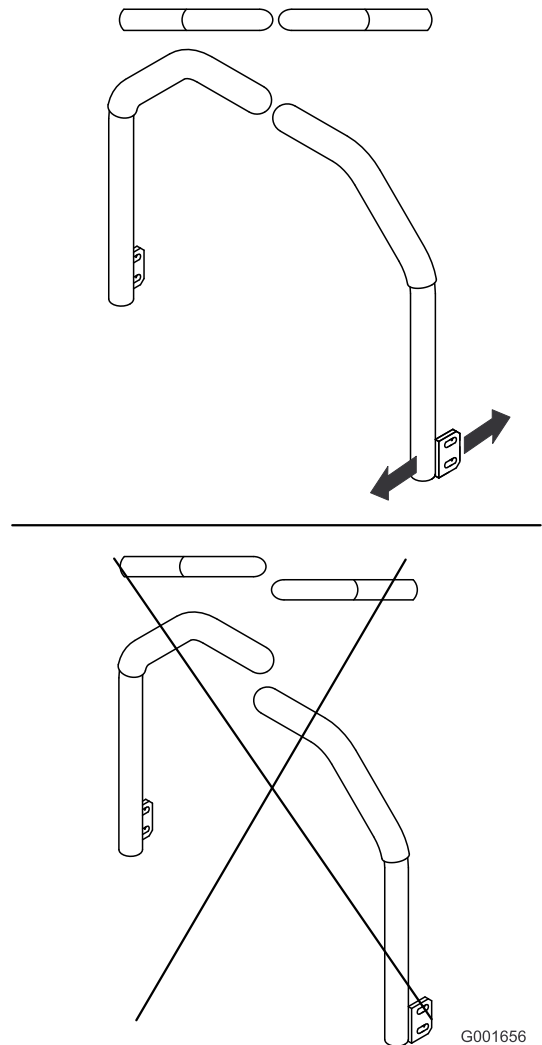

Bild 89
5. Stellen Sie die Fahrtriebshebel so ein, dass sie ausgefluchtet sind und ziehen Sie die Schrauben an, um die Hebel an den Streben zu befestigen (Bild 89).